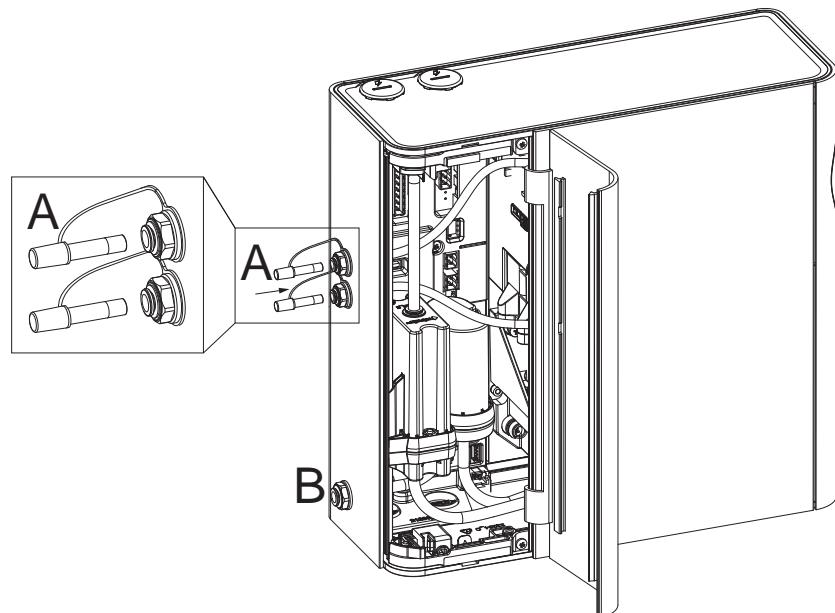

Рис. 4-2: Тестовые отверстия - на дым (A) и выпускное отверстие (B)
Воздух удаляется из извещателя через выпускное отверстие, расположенное на левой стороне его оболочки. См Рис. 4-2.
Убедитесь, что две тестовые заглушки (A) (Рис. 4-2) плотно вставлены в отверстия на дым.
Убедитесь, что выпускное отверстие (B) (Рис. 4-2) открыто.